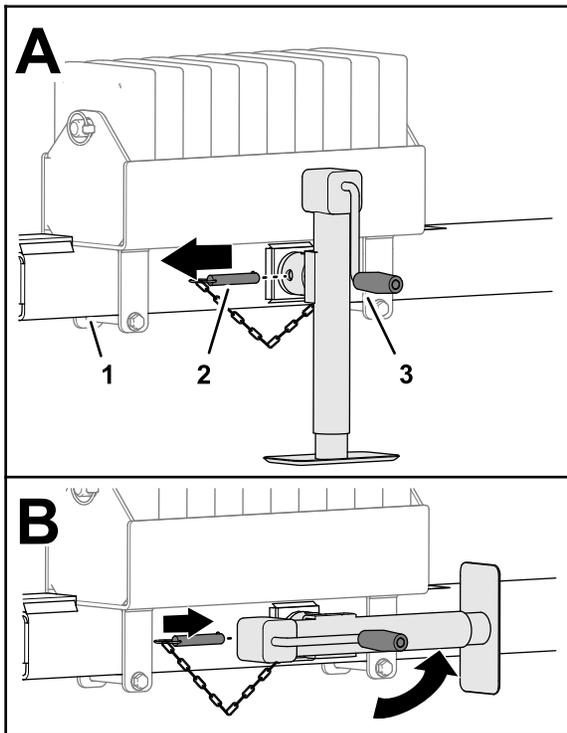

Bild 28
4. Entfernen Sie den Stift (Bild 28).
5. Drehen Sie den Wagenheber horizontal (Bild 28).
6. Stecken Sie den Stift durch die horizontalen Locher am Wagenheber und am Kupplungsrohr (Bild 28).